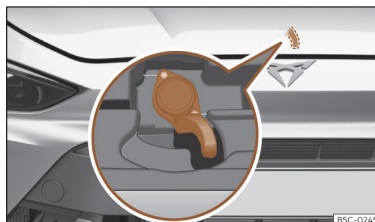

Fig. 221 Alavanca sob o capô.
>>> Fig. 221 ②. Os ganchos de fixação ficam desbloqueados.